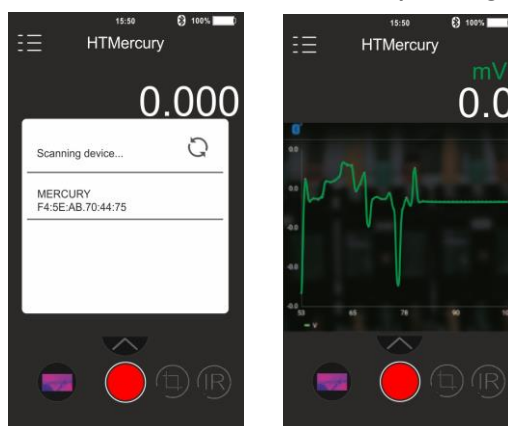
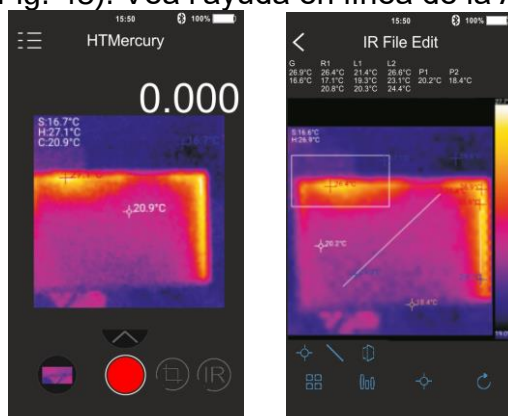

Fig. 44: Comunicación con APP HTMercury
Fig. 45: Aplicaciones de la APP HTMercury
4. Realice la búsqueda del instrumento sobre la APP (ver Fig. 44 – parte izquierda)
5. La visualización en tiempo real de la señal de entrada en el instrumento aparece en el dispositivo móvil (ver Fig. 44 – parte derecha) y es posible guardar capturas y activar/guardar registros desde los menús internos de la APP. Es posible además guardar capturas de imágenes termográficas e insertar sobre estas objetos para el análisis avanzado (ver Fig. 45). Vea l'ayuda en línea de la APP para más detalles.